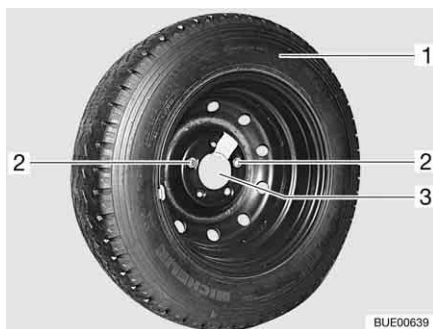

Fig. 312 Etrier de roue de secours dans le garage arrière
- Dévisser et retirer les deux vis de fixation (Fig. 312,2) avec les outils de bord.
- Retirer la roue de secours (Fig. 312,1) de sur l'étrier (Fig. 312,3).